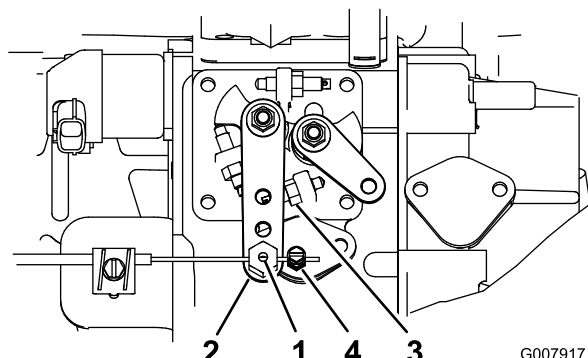

Figura 42
2. Afloje el conector del cable del acelerador, en el cable del acelerador, junto a la palanca de la bomba de inyección (Figura 42).
3. Sujete la palanca de la bomba de inyección contra el tope de ralentí alto (Figura 42).